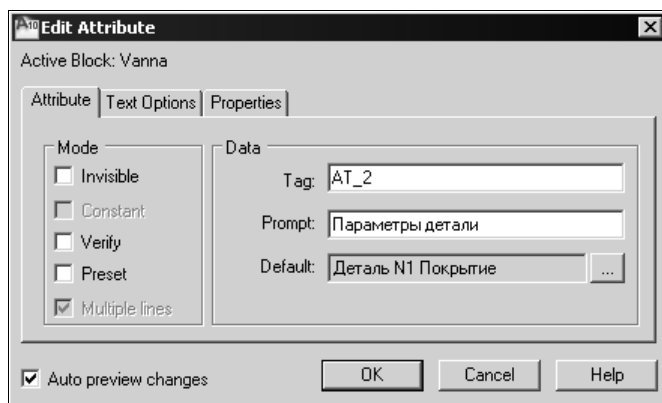

Рис. 16.17. Диалоговое окно редактирования атрибута внутри блока
- В диалоговом окне **Edit Attribute** (Редактирование атрибута) (рис. 16.17) внесите все необходимые изменения в описание атрибута и щелкните мышью на кнопке **OK** для выхода из диалогового окна.